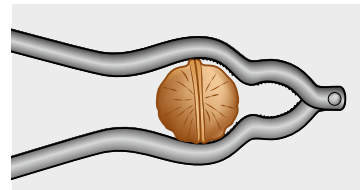

Bild 3: Nussknacker
5. **Kräfte an einem Nussknacker (Bild 3).**